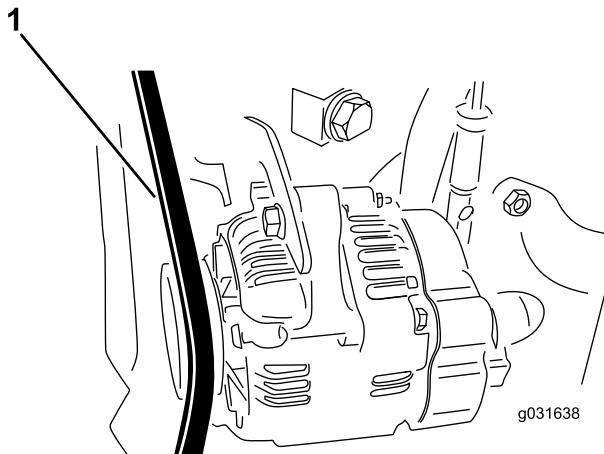

Figura 75
4. Aplique una fuerza de 30 N (22 pulgadas-libra) a la correa del alternador, en el punto intermedio entre las poleas (Figura 75).